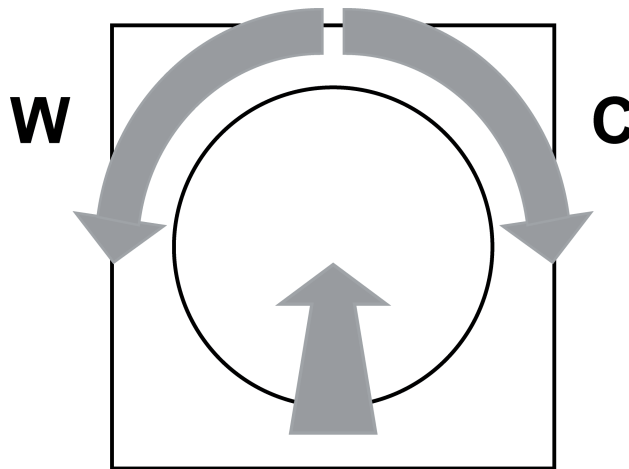

Figura 2
- i** Al memorizar la temperatura de color, hay que tener en cuenta que el último giro del botón pulsado (figura 2) para el color de luz más cálido debe realizarse hacia la izquierda (W) y hacia la derecha para el color de luz más frío (C).
- Girar el botón pulsado hacia la izquierda (W), hasta alcanzar el color de luz más cálido deseado y mantener en esta posición durante más de 10 segundos.